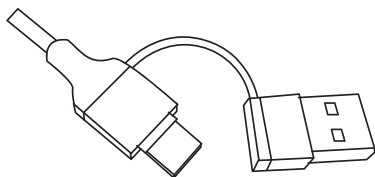

Рисунок 4. Кабель питания
5.5. Подключить кабель питания к USB-разъему адаптера (в комплект не входит) или разъему Type-C на компьютере (рисунок 4).